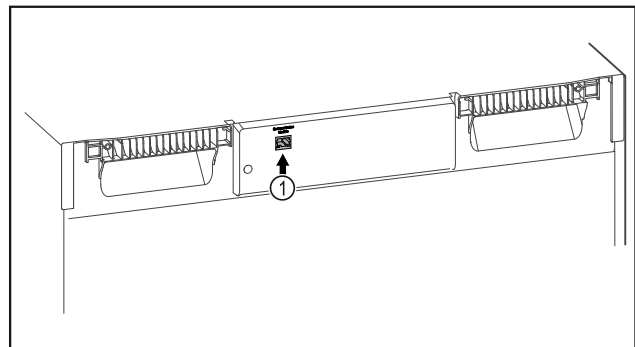

Fig. 101
- SmartModule Fig. 101 (1) er sat i.